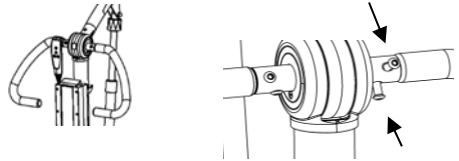

Fig. 1.6E
4. Encaje el manillar en el mástil con dos tornillo y apriételo con la llave hexagonal (Fig. 1.6E).